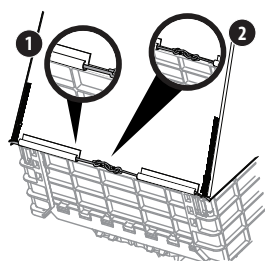

Figura 16
- Estire las cuerdas elásticas ubicadas en la parte trasera derecha e izquierda inferior de la cubierta de malla horizontalmente hacia el centro hasta que los mosquetones fijados se junten. Deslice las cuerdas elásticas dentro de los canales fijados a la parte inferior de la cubierta de malla (1) y enganche los mosquetones (2), como se ilustra en la Figura 16.